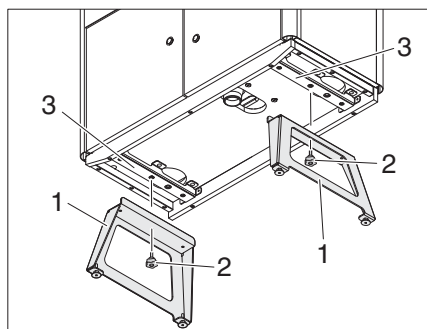

Figure 60 Monter les pieds réglables
- Fixez le pied réglable à la traverse (Figure 60,3) à l'aide de goupilles de positionnement.
- Fixez le pied réglable (Figure 60,1) avec la vis à étoile (Figure 60,2).